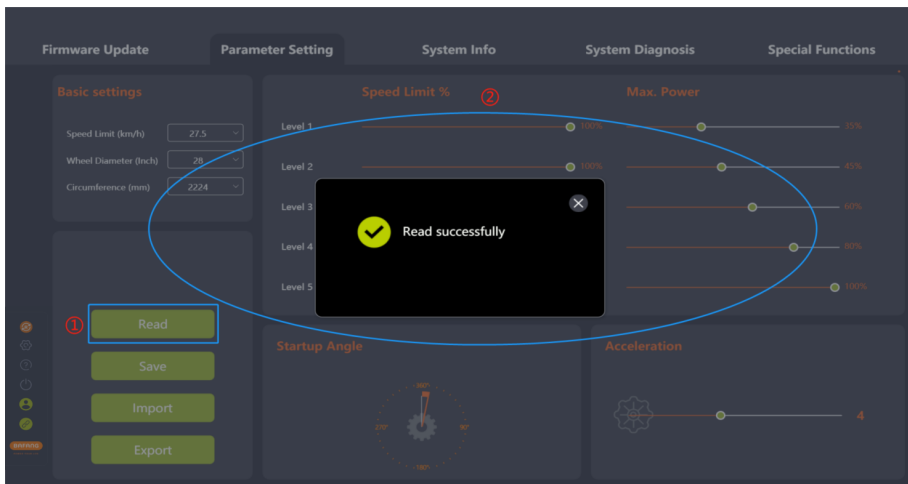

图 5-4 读取
2. 读取成功后各个参数将会以数字、滑动条等形式展现（如图 5-4）。